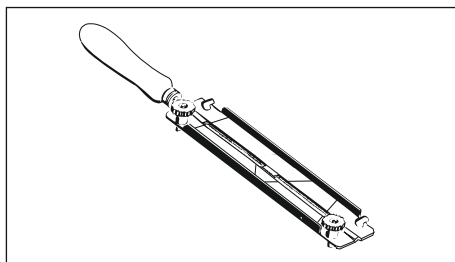

Рис. 74
- Применять державки напильников (рис. 74)